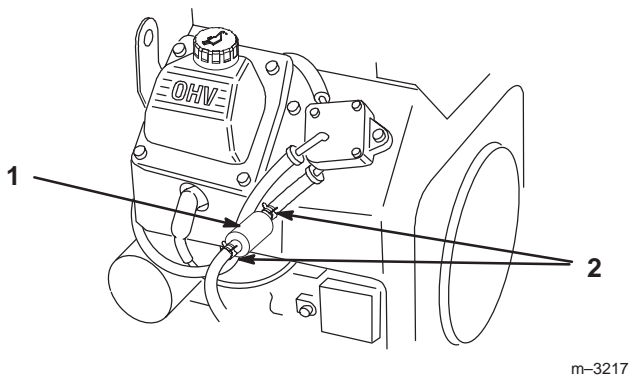

Figure 40
3. Pincez les extrémités des colliers et faites glisser ceux-ci pour les éloigner du filtre (Fig. 40).